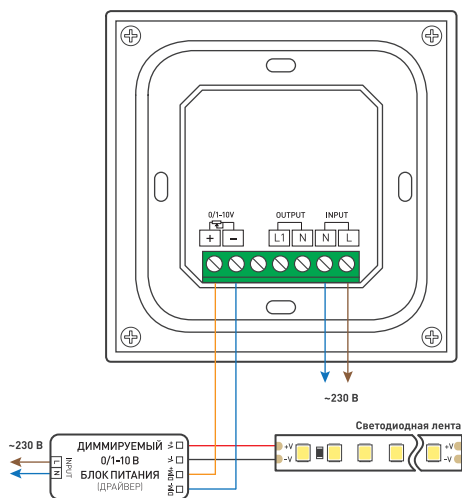

Рисунок 1. Схема подключения панели SMART без использования выхода «AC OUT»
- 3.2. Подключите контроллер согласно схеме (рисунок 1 и 2).